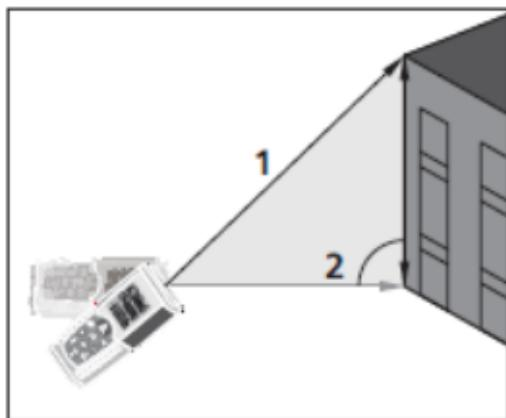

Abb. 7: Indirekte Messung mit 2 Punkten
3. Stellen Sie das Gerät in die höchste Stellung (1) für die Messung (siehe Abb. 7) und drücken Sie die  Taste. Das Ergebnis erscheint auf dem ersten Teildisplay. Das Symbol  erscheint auf dem Display mit blinkender Seite "2"
- waagerecht wie möglich (2) für die Messung (siehe Abb. 7) und drücken Sie die  Taste. Das Ergebnis erscheint auf dem zweiten Teildisplay
5. Der Endwert des Ergebnisses (als  $\sqrt{(1)^2 - (2)^2}$  erhalten) wird im Ergebnisdisplay angezeigt